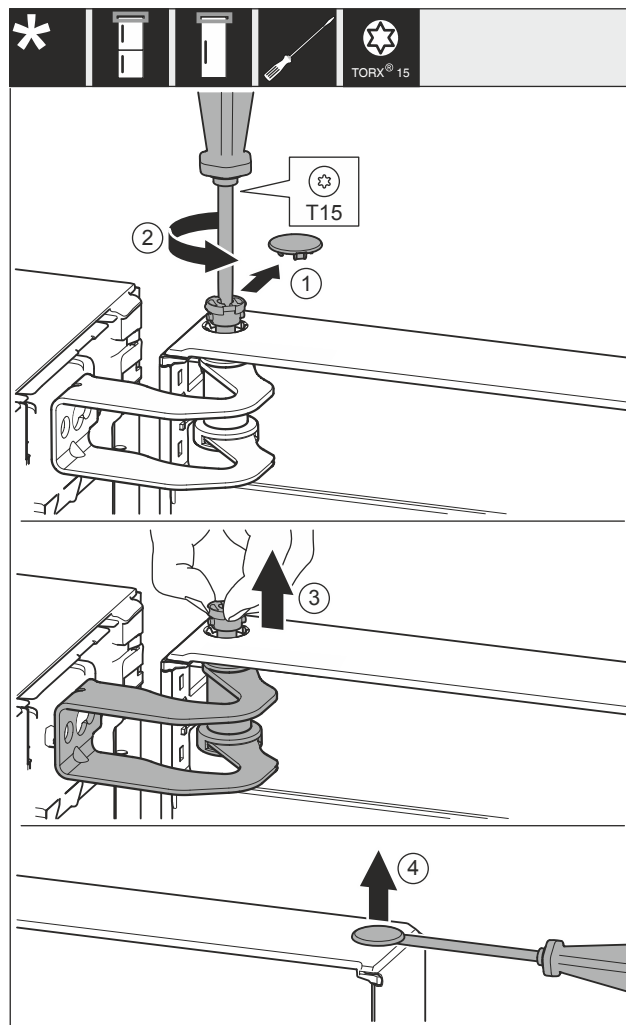

Fig. 8
- ▶ Осторожно снимите крышку Fig. 8 (1).
- ▶ Немного выкрутите палец Fig. 8 (2) отверткой.
- ▶ Вручную вытяните палец Fig. 8 (3).
- ▶ Осторожно приподнимите крышку Fig. 8 (4) отверткой и снимите ее.